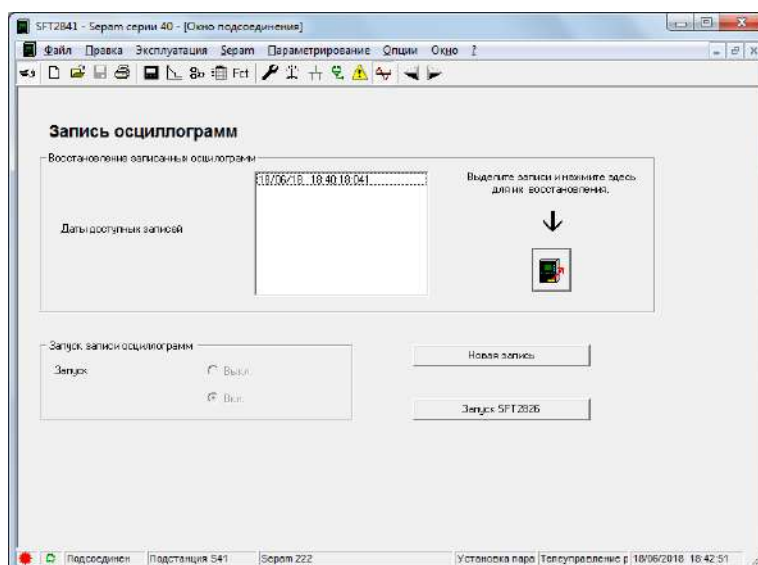

Рисунок 8.10 – Окно «Запись осциллограмм»
12. На вкладке «Настройка осциллографирования» отметить «галочкой» «Вкл.» (рис. 8.10).